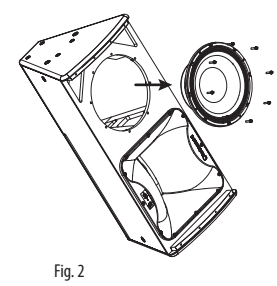

Fig. 2
3. ベースドライバーを取り外して取り外し (図 2)、コンプレッションドライバーの保持プレースにアクセスし、後で再接続できるようにベースドライバーの極性をメモします。